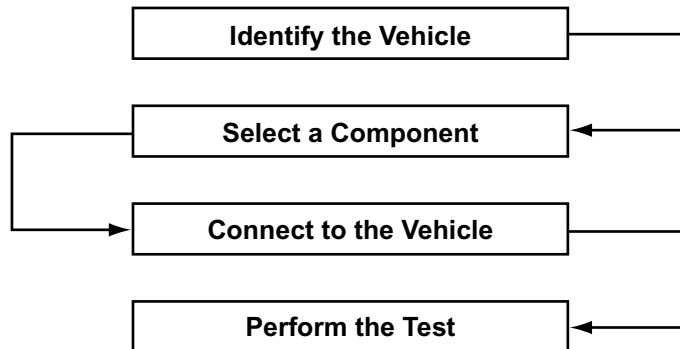

Abbildung 4-2 Grundlegende Bedienschritte
1. Wählen Sie im Hauptmenü **Komponententests > Prüfen von Komponenten > Neue Fahrzeug-ID** (Abbildung 4-2).